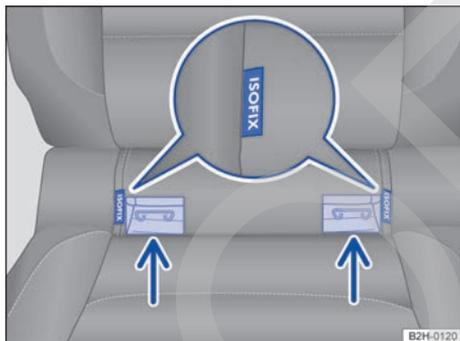

Fig. 66 En el asiento del vehículo: señalización de los puntos de anclaje inferiores para los asientos para niños.
Las plazas traseras laterales cuentan cada una con dos argollas de sujeción, también llamadas puntos de anclaje inferiores, entre el respaldo y la banqueta ⇒ fig. 66.
- Encaje el asiento para niños en las argollas de sujeción en el sentido de las flechas ⇒ fig. 66. Las aberturas para encajarlo se encuentran en vertical junto a los rótulos de ISOFIX. El asiento para niños deberá encastrar de forma segura y audible (clic).
- Coloque el asiento para niños sobre la banqueta del asiento y fije los ganchos de los cinturones de fijación a las argollas de sujeción ⇒ fig. 66 siempre y cuando dichos cinturones vengan incluidos en el asiento para niños.